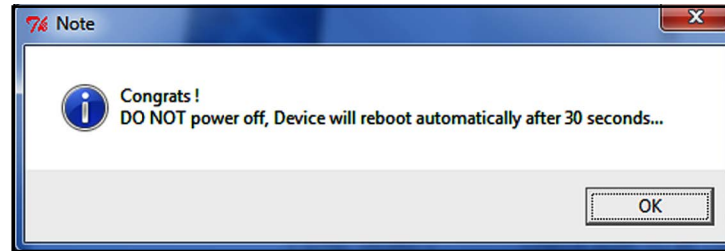

Figure 37 : Message de redémarrage
7. Une fois que la barre de progression indique que la mise à jour du micrologiciel est terminée à 100 % (environ 10 minutes), le message illustré à la figure 37 ci-dessous s'affiche. Notez que l'AT600 redémarre automatiquement dans les 30 secondes qui suivent.